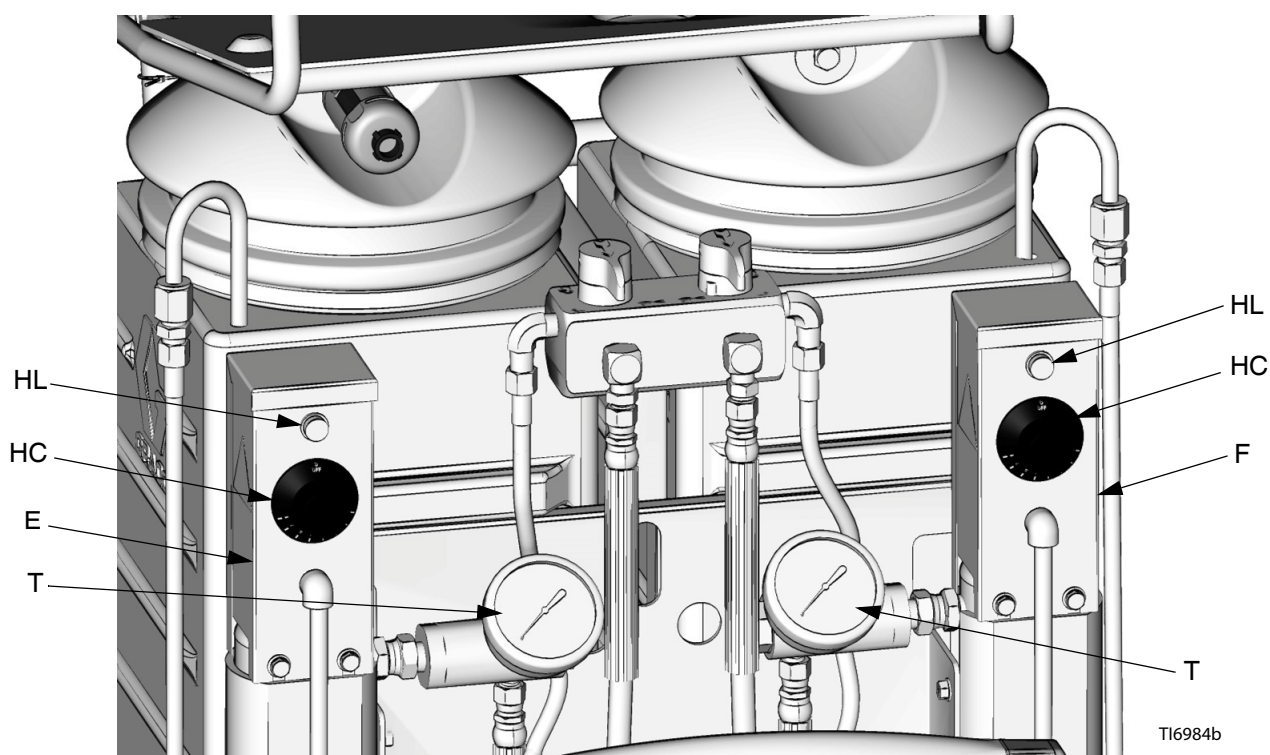

Рис.4. Элементы управления температурой нагревателя
См. Рис.4. Регуляторы управления (HC) устанавливают температуру нагревателей для компонентов А и В. Индикаторы (HL) горят, пока термостаты нагреваются, и отключаются после достижения термостатом заданной температуры. Устанавливаются только на устройствах с нагревателями.